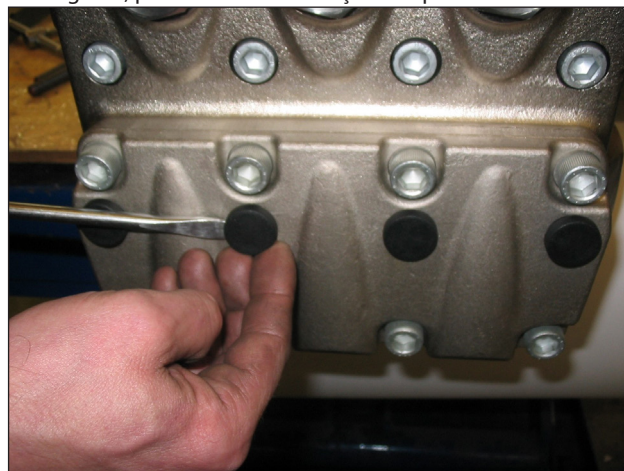

Fig. 41
- Remova as quatro tampas de fechamento dos furos de cobertura da válvula da aspiração (Fig. 41).